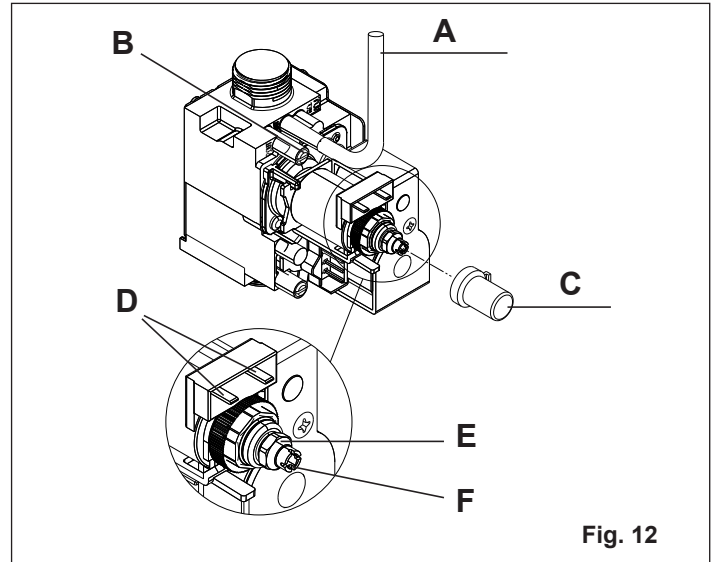
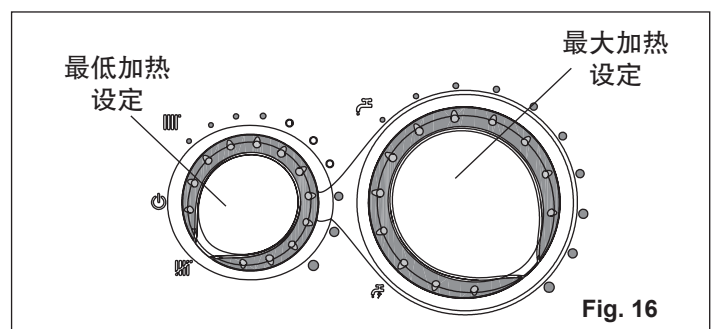
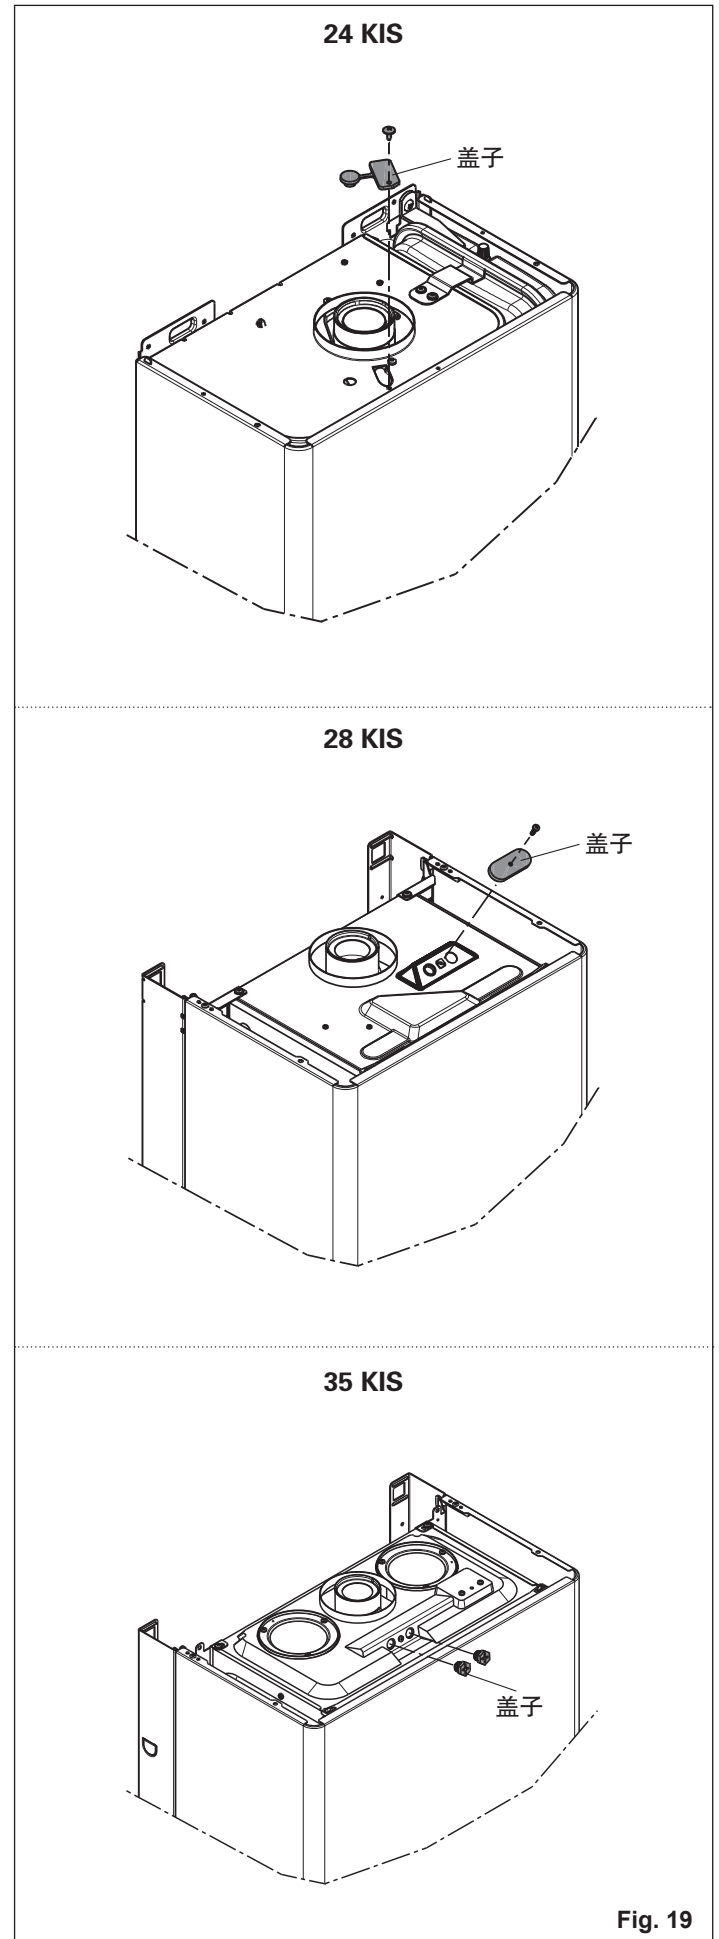

Fig. 12
Fig. 16
Fig. 19
## 2.9 第一次点火与调试(Fig.6, Fig.12–Fig.16)
- 松开二次测压口 B 内螺丝两圈，接上测压计 ( Fig.12)；
- 取下空气补偿管 A ( Fig.12 )。
- 取下安全帽 C ( Fig.12 )；
- 用 10 号套筒，调节最大功率调节螺母 E ( Fig.12 ) 至额定压力 见燃气参数表；
- 取下一根调节阀电源线 D ( Fig.12 )；
- 等压力稳定后，调节调节阀内芯 F ( Fig.12 )，直至 压力符合燃气参数最小功率值要求，注意不可接触调节阀内芯内部金属轴；
- 将加热水温度刻度盘转到多气表中指定的最小加热值 ( Fig.16 )；
- 将 DHW 温度调节旋钮转到多气表中指定的最大发热量 ( Fig.16 )；
## 2.11 燃烧参数分析(Fig.16, Fig.19)
- 24-28 KIS: 用合适的工具取下燃烧分析口的盖子。(Fig. 19)
- 35 KIS: 用适当的工具作用在空气箱上的插座上。(Fig. 19) 其中一个孔为空气检测口，用于检测吸入的空气中有多少烟气。另一个孔为烟气检测口，用于检测烟气参数及燃烧情况。